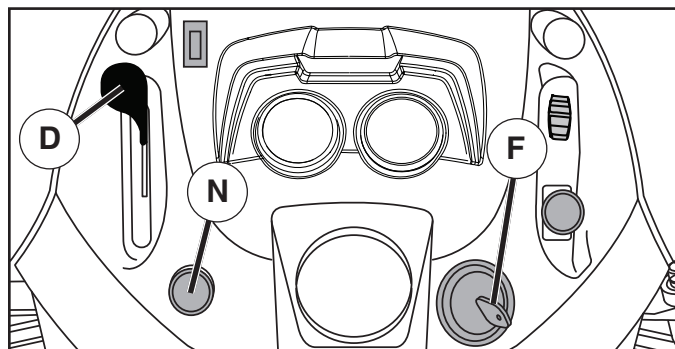

Fig. 8
- Mueva el control de aceleración (D) a la posición lenta.
- Gire la llave de ignición (F) a la posición de apagado "STOP" y remueva la llave al abandonar el tractor para evitar el uso no autorizado.
### PARA USAR EL CONTROL DE LA ACELERACIÓN (D) (Vea Fig. 8)
### PARA USAR EL CONTROL DE ESTRANGULACIÓN (N) (Vea Fig. 8)